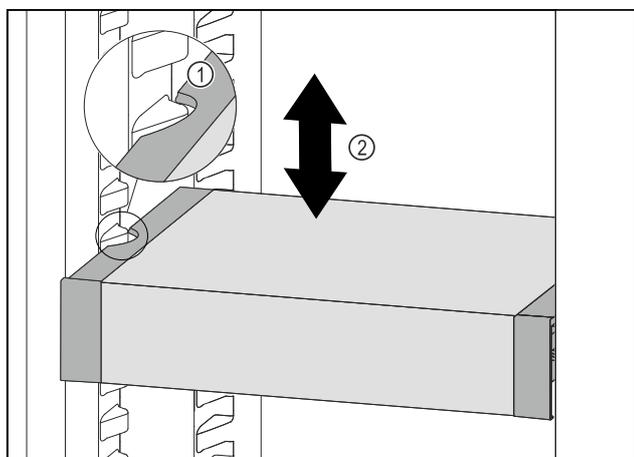

Fig. 52
- ▶ Tire del VarioSafe hacia delante hasta que los huecos laterales del VarioSafe se encuentren a la altura de la nervadura del recipiente en el compartimento del frigorífico. Fig. 52 (1)
- ▶ Mueva el VarioSafe hacia arriba o hacia abajo en el compartimento del frigorífico hasta alcanzar la altura deseada. Fig. 52 (2)